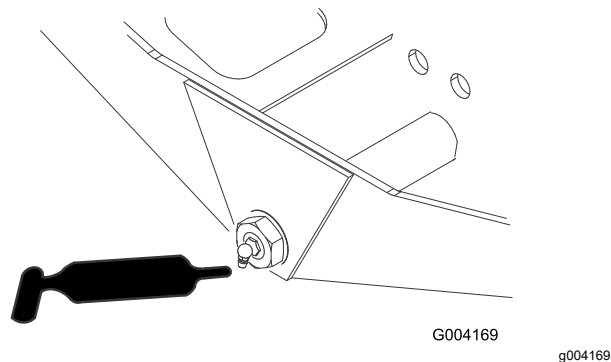

Рисунок 75
- Ось поворота моста (1 шт.) — Рисунок 75